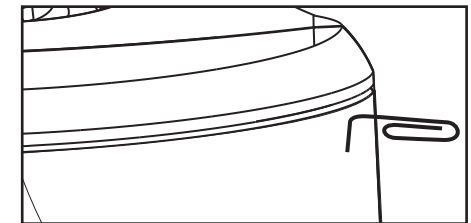

FIGURE 4
- A paperclip or corkscrew (for removing the paintable grille) [figure 4].
- Un trombone ou un tire-bouchon (pour retirer la grille) [figure 4].
1. Separate the parts of the speaker. Remove the brackets and bracket knobs. Remove the grille by carefully hooking it with a bent paper clip and pulling it gently away from the cabinet [figure 4].
1. Retirez d'abord les boutons des supports et dégagez l'enceinte. Puis retirez la grille de l'enceinte en la dégageant délicatement à l'aide d'un trombone plié [figure 4].